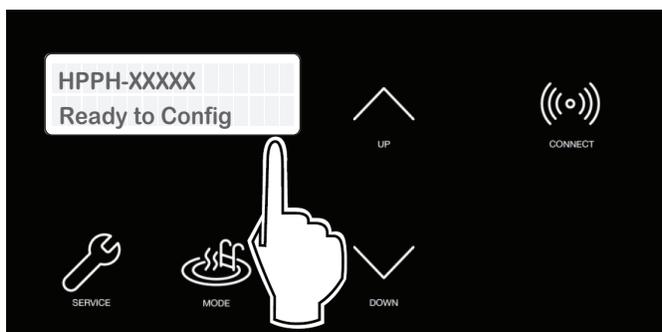

Figure 73. Wi-Fi prêt à être configuré et identifiant du réseau sans-fil
2. Le menu CONNECT (Connexion) affiche l'état du Wi-Fi, pour signaler que la connexion sans fil est « prête », ainsi que l'identifiant de réseau. Voir Figure 73.